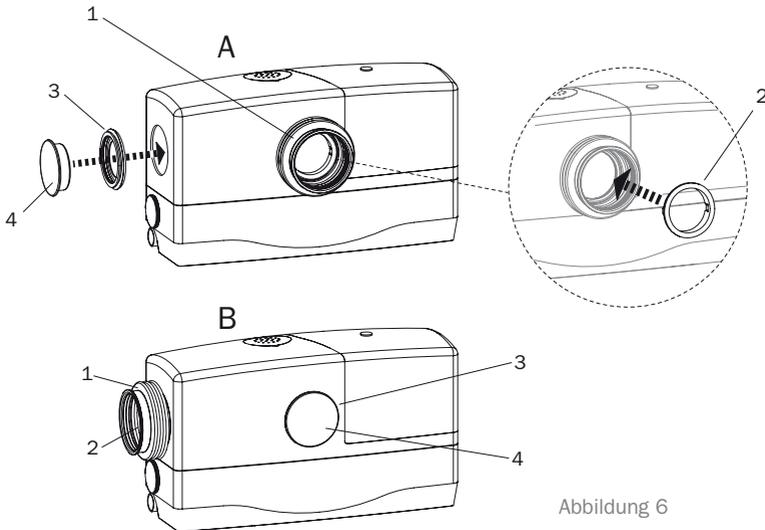

Abbildung 6
- > Die Hebeanlage FLOWCB ist mit zwei Zulauföffnungen für den Toilettendirektanschluss ausgestattet. Bei der Wahl (A oder B) der Zulaufstutzen verfahren wie in Abbildung 6 beschrieben
- > Den ungenutzten Zulauf verschließen durch Einsetzen Dichtung (3) und Verschlusskappe (4)
- > Für den Toilettenanschluss Dichtmanschette (1) einsetzen und mit Klemmring (2) sichern